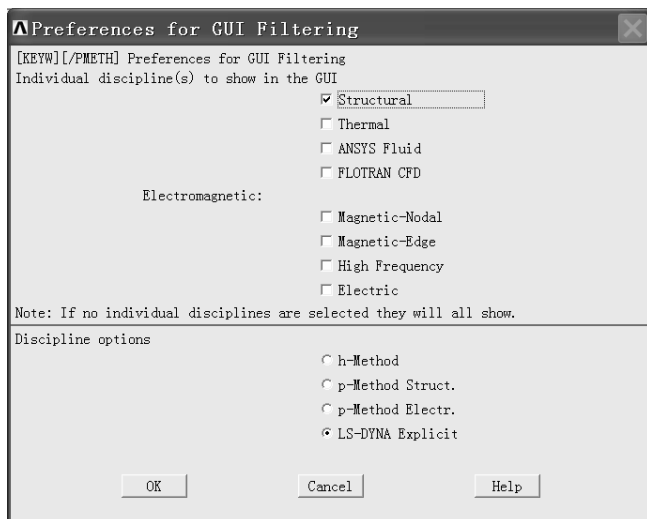

图 3-29 “Preferences for GUI Filtering” 窗口
- (1) 打开 ANSYS LS-DYNA 操作界面。
- (2) 依次选择 Utility Menu>PlotCtrls>Style>Colors>Reverse Video, 将背景变为白色。
- (3) 依次选择 Main Menu>Preprocessor>Preferences, 弹出“Preferences for GUI Filtering”窗口(见图 3-29),选中“Structural”和“LS-DYNA Explicit”,然后单击“OK”按钮。此操作选择了 ANSYS 中的“LS-DYNA Explicit”产品模块,过滤掉不必要的菜单。